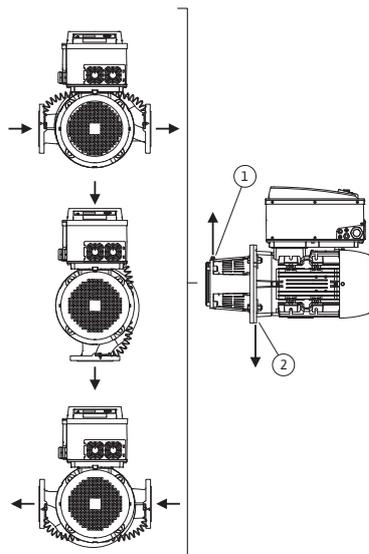
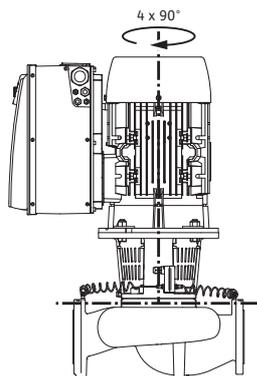

Fig. 18: Dopuszczalne położenia montażowe z poziomym wałem silnika
Fig. 19: Dozwolone położenia montażowe z pionowym wałem silnika
Dopuszczalne położenia montażowe z poziomym wałem silnika i modułem elektronicznym skierowanym w górę ( $0^\circ$ ) są przedstawione na Fig. 18. Nie przedstawiono dopuszczalnych położenia montażowych z modułem elektronicznym zamontowanym z boku ( $\pm 90^\circ$ ). Dozwolone jest każde położenie montażowe, z wyjątkiem montażu „moduł elektroniczny skierowany w dół” ( $-180^\circ$ ). Odpowietrzanie pompy jest zapewnione tylko wtedy, gdy zawór odpowietrzający jest skierowany w górę (Fig. 18, poz. 1). Tylko w tej pozycji ( $0^\circ$ ) spływający kondensat może być odprowadzany przez odpowiedni wywiercony otwór, latarnię pompy oraz silnik (Fig. 18, poz. 2). W tym celu należy usunąć korek na kołnierzu silnika.
Dopuszczalne położenie montażowe z pionowym wałem silnika są przedstawione na Fig. 19. Dozwolone jest każde położenie montażowe z wyjątkiem montażu „silnik skierowany w dół”.
- Zawór odpowietrzający na latarni (Fig. 6, poz. 1.31) przy poziomym wale silnika musi być zawsze skierowany do góry (Fig. 6a; iFig. 6b:). Przy pionowym wale silnika dozwolona jest każda orientacja. Patrz także Fig. 18: „Dopuszczalne położenia montażowe z poziomym wałem silnika” na stronie 141 lub Fig. 19: „Dozwolone położenia montażowe z pionowym wałem silnika” na stronie 141.
- Przy poziomym wale silnika otwór na kondensat musi być skierowany w dół (Fig. 18, poz. 2). W razie potrzeby odpowiednio obrócić silnik.